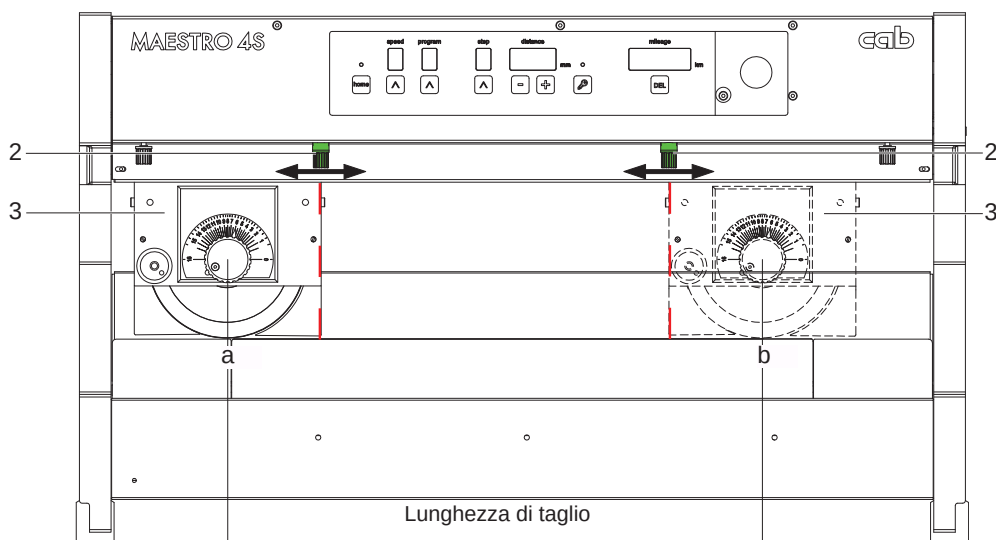

Figura 7 Lunghezza di taglio
Appoggiare la scanalatura intagliata del PCB (2) sulla lama inferiore (3) e tenere il circuito stampato orizzontale. Fare attenzione che il circuito stampato si trovi nell'area della lama inferiore, contrassegnata come area di taglio dalle viti verdi a testa zigrinata (1 e 2 nella figura 7).